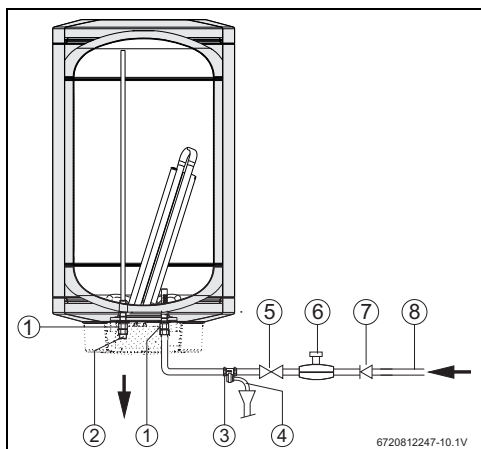

Fig. 10 Toma de agua
Para evitar averías por oscilaciones de presión repentinas en el suministro de agua, se recomienda instalar una válvula antirretorno intercalada en el acumulador (Fig. 10, [7]).
- Montar la válvula de seguridad en la conexión de agua fría del acumulador de agua caliente (Fig. 10).
Si la presión del agua supera el 80 % de la presión máxima del acumulador de agua caliente, es decir 6,4 bar, instale la válvula de reducción de presión (Fig 10).